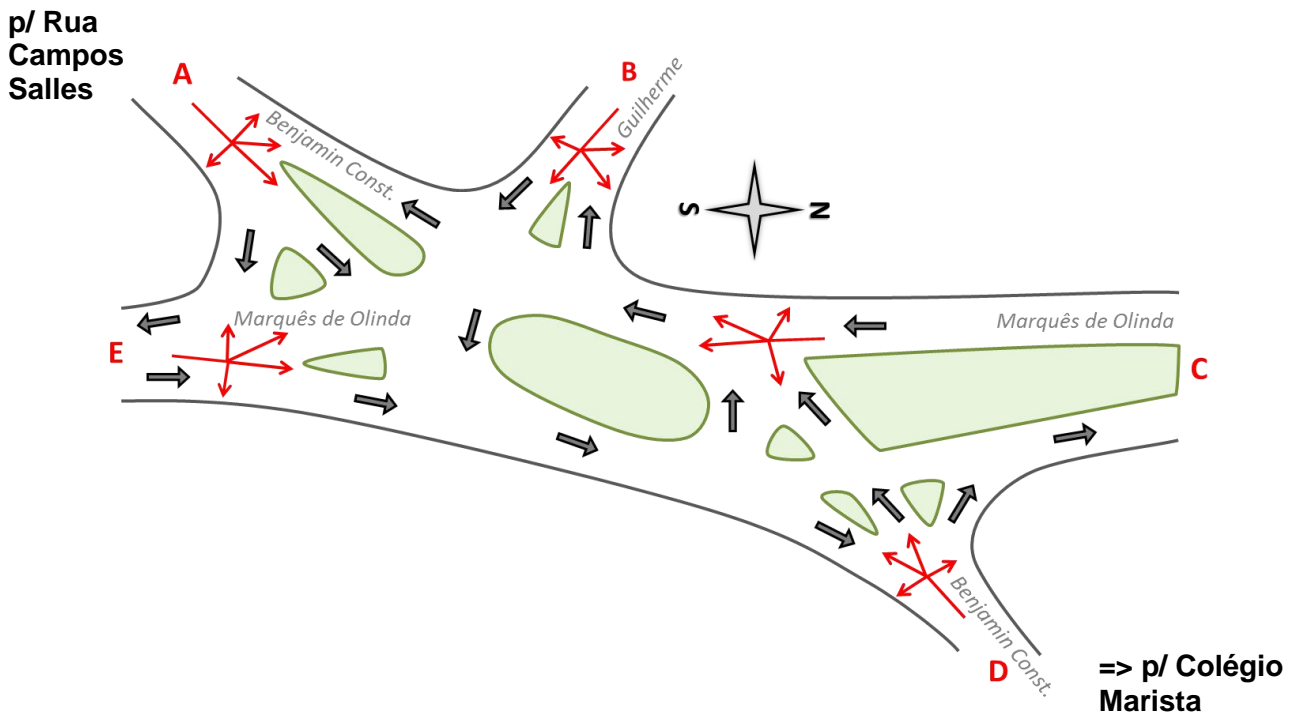

Figura 6.1 - Fluxos de tráfego na rotatória com a Av. Marquês de Olinda.
- Destes veículos que chegam na rotatória, 25% seguem no sentido D-A, 10% no sentido D-B, 25% no sentido D-C e 40% seguem no sentido D-E (conforme fluxos apresentados na Figura 6.1);